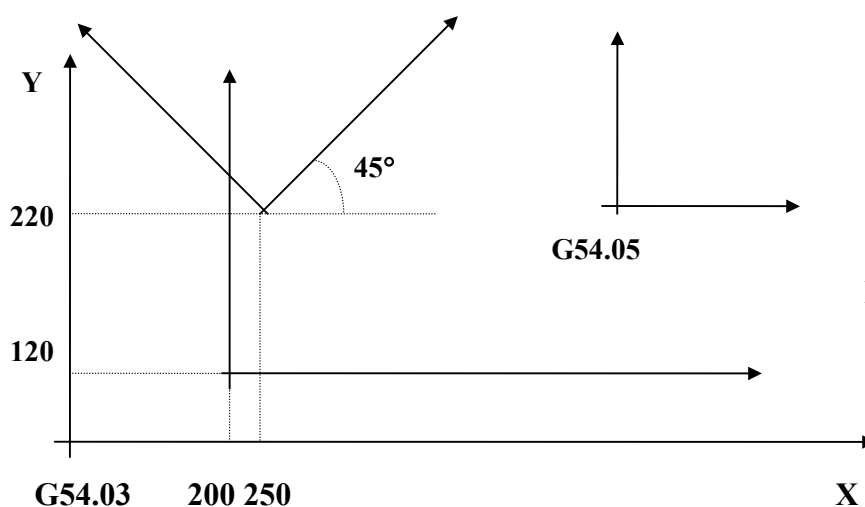

FIG. 5.2
- N80** Il sistema di riferimento viene ulteriormente traslato di 50 mm in X e 100 mm in Y nonché ruotato di 45° (diviene quindi quello illustrato in **FIG. 5-2**).